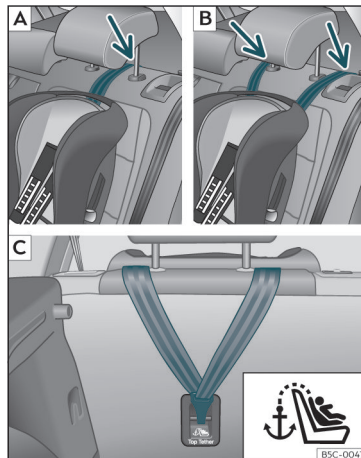
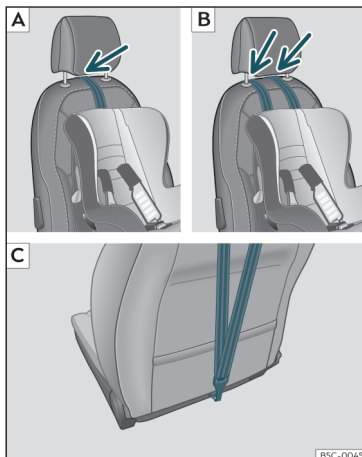

Abb. 29 Rücksitze: Einstellung und Einbau je nach Top Tether-Gurt.
Abb. 30 Beifahrersitz: Einstellung und Einbau je nach Top Tether-Gurt.
- Führen Sie den Gurt unter der Kopfstütze durch (in Abhängigkeit der Gebrauchsanweisungen des Kindersitzes ggf. Kopfstütze anheben oder entfernen)»» **Abb. 29** [A]/[B], »» **Abb. 30** [A]/[B].
- Den Haltegurt nach hinten führen und ordnungsgemäß in die Verankerung an der Rückseite der Sitzlehne einhaken»» **Abb. 29** [C], »» **Abb. 30** [C].